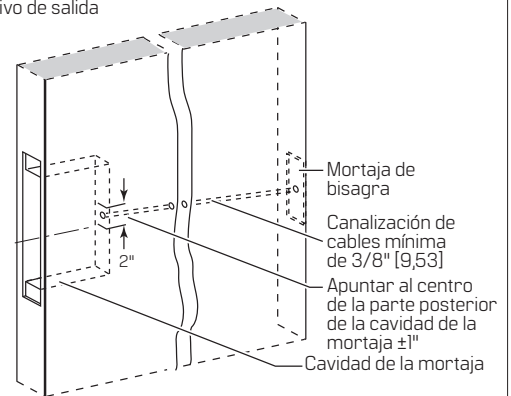

Figura 1 Preparación del paso de cables a través de la puerta
1.2 Taladre un conducto para cables de al menos 3/8" [9,53] de diámetro a través de la puerta, desde el centro de la bisagra hasta el centro de la parte posterior de la cavidad de mortaja ±1" en sentido vertical (un rango de 2" [50,8]), como se muestra en la **Figura 1**.